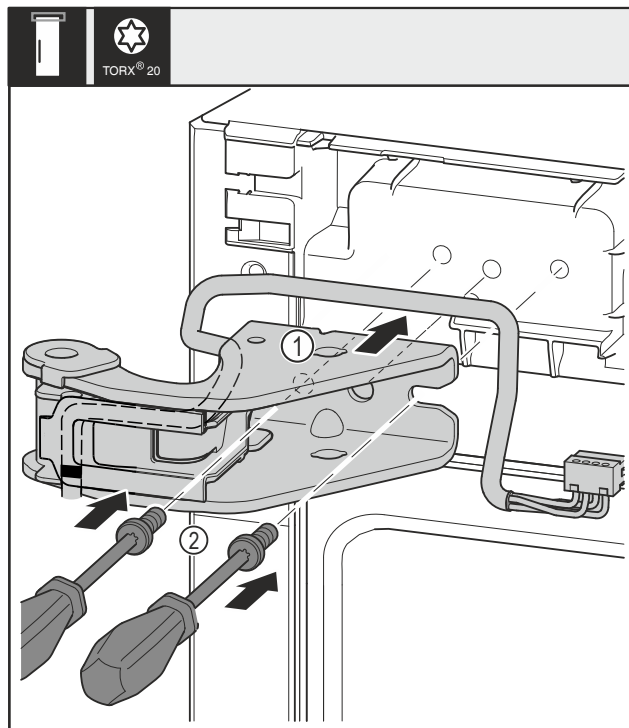

Fig. 35
- ▶ Postavite gornji podložak ležaja Fig. 35 (1).
- ▶ Odvijačem umetnite i pritegnite vijke Fig. 35 (2).